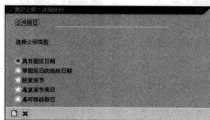

图 6-34 选择公假类型
STEP 3 单击“”按钮，在弹出的“更改公假：详细资料”对话框中选择公假类型，如图 6-34 所示。由于大部分公假属于固定日期的，所以在此选择“具有固定日期”选项，然后单击“”按钮。